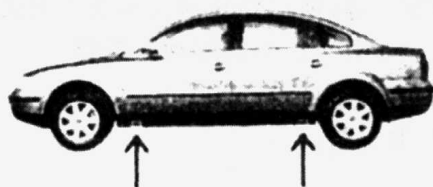

图 1-3 汽车起重器的支撑点
(1) 从行李车箱内取出随车工具和备用车轮。
(2) 把钢丝钩悬挂在车轮全盖板的边缘上。把车轮扳手通过钢丝钩推入,把盖板拉下来。把车轮螺栓盖罩用塑料钳子拉下来。某些轻合金轮辋结构有中部盖板,同样用钢丝钩撬下来。
(3) 把车轮扳手推到车轮螺栓上直到挡块为止,再向左旋转。同时尽可能远地把握扳手端部。如果螺栓不能松动,在不得已的情况下可以用脚踩住扳手的端部。同时注意安全情况并牢固地把住汽车。车轮螺栓大约松动一圈。
(4) 图 1-3 中的箭头标记出下梁上汽车起重器可以放置的位置;前面的在一个盖的后面,后面的在一个压痕处。这两个位置大约距离各自的车轮罩 17cm。如果汽车起重器不是放在标记的或者说明的位置上时,可能会导致汽车受到损伤。